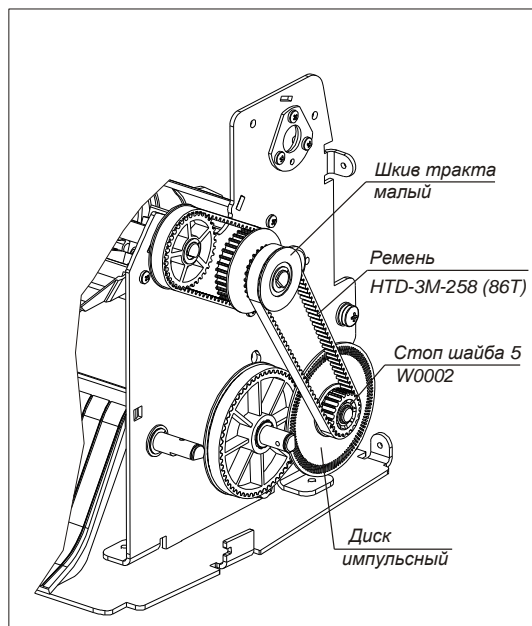

Рис. 24
Рис. 24а
1. Снимите ремень HTD-3М-258 (86Т) с диска импульсного и шкива тракта малого (рис. 24).
2. Извлеките стоп шайбу 5 W0002 из кольцевой проточки вала двигателя (рис. 24).
С позицией “Диск импульсный ЕВКМ.00D600.00.00.005” (изм.3) устанавливать ремни (см. рис. 24, 25 и 26):
- надавить на зубчатую поверхность диска импульсного в направлении стрелки (Рис. 24а) и выбрать провисания ремня. **Внимание:** не допускается воздействие на тонкую стенку диска импульсного.